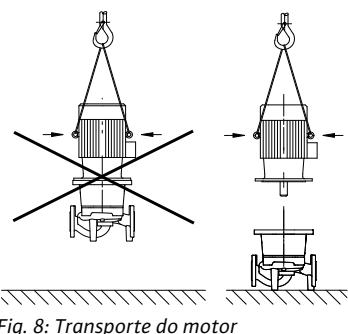

Fig. 8: Transporte do motor
- Os olhais de transporte no motor só servem para o transporte do mesmo e não para toda a bomba (fig. 8).